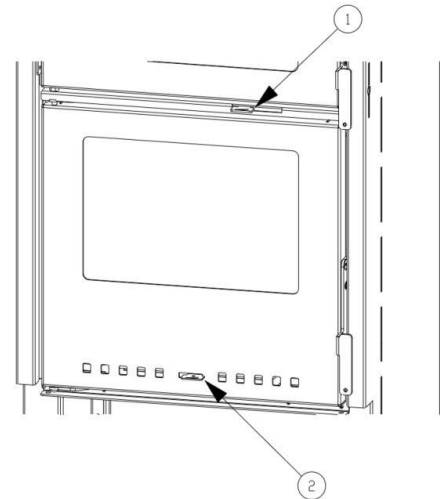

Figura 10 - Posição dos registos no equipamento
A salamandra possui 2 manípulos de controlo, um na parte superior (Figura 10, (1)) e outro na parte inferior (Figura 10, (2)). Na fase de acendimento, o registo inferior deve ser aberto a 100 % e o superior completamente fechado. À medida que a salamandra vai aquecendo e a temperatura dos fumos na chaminé começa a ser suficiente para criar a subida dos gases na chaminé, o registo inferior pode ser gradualmente fechado. A partir desse momento, o registo superior pode ser utilizado para definir a potência de operação do equipamento.